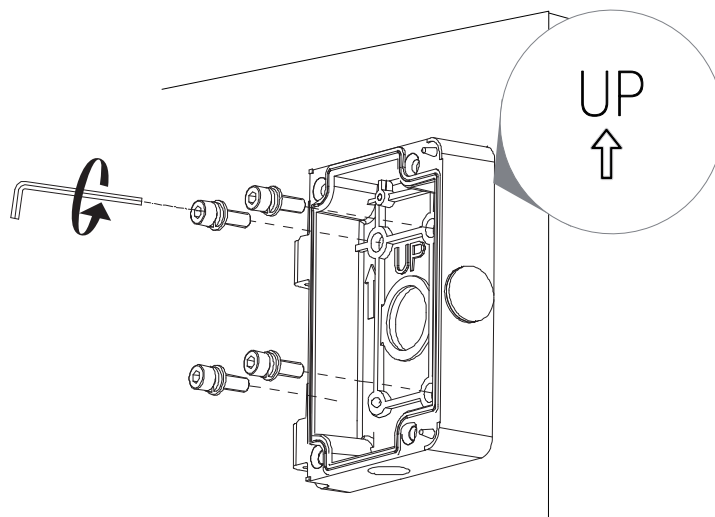

Рисунок 4.4 – Монтаж
5. Закрепите монтажную коробку настенного кронштейна с указателем «UP (верх)» на установочной поверхности (Рисунок 4.4).